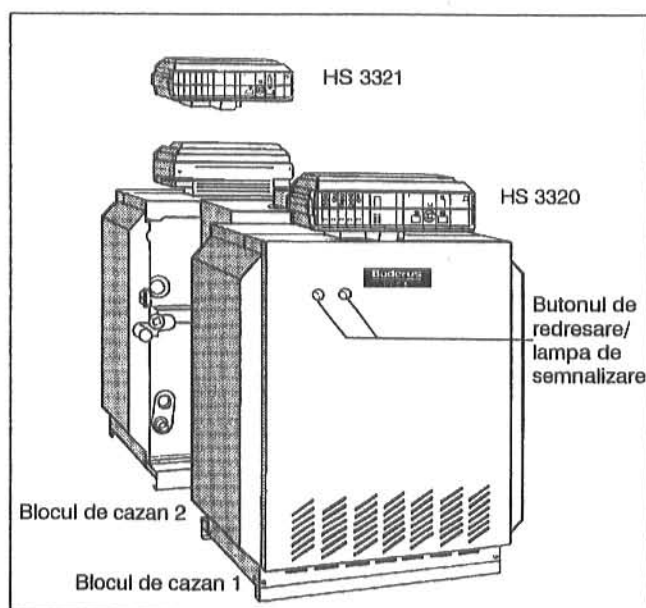

Fig. 5: G334 XDZ cu aparate de reglare HS 332x (G334 XDN cu reglare constantă: 2 x HS 3321)
- Dacă lampa de semnalizare de la butonul de redresare luminează (Fig. 5), se apasă pe butonul de redresare.